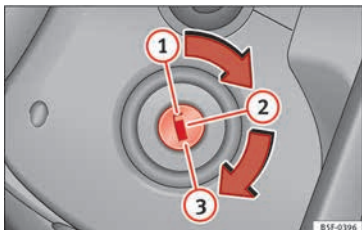

Abb. 142 Positionen des Fahrzeugschlüssels.
- Drehen Sie den Zündschlüssel auf Position ① »» **Abb. 142**.
- Ziehen Sie den Zündschlüssel in Stellung ① »» **Abb. 142** ab »» ⚠.